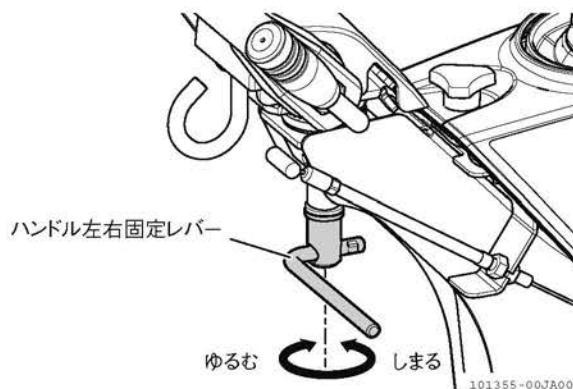

図 3-2 ハンドル回動のしかた 〈D型式〉
1. ハンドルを持ち、ハンドル左右固定レバーをゆるめます。(図 3-2)